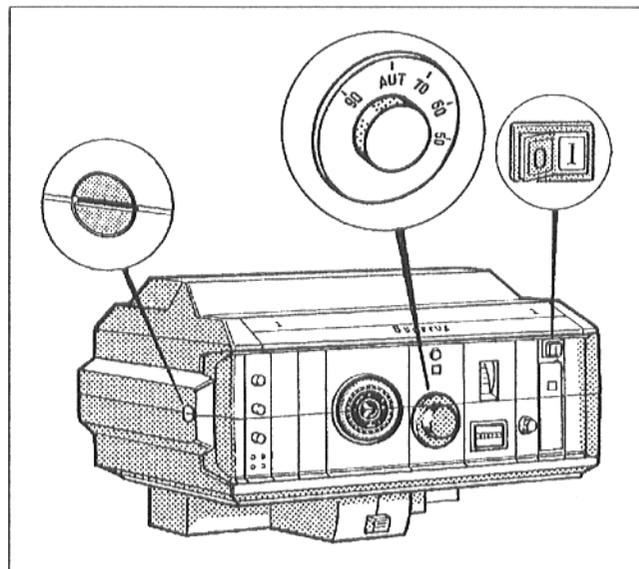
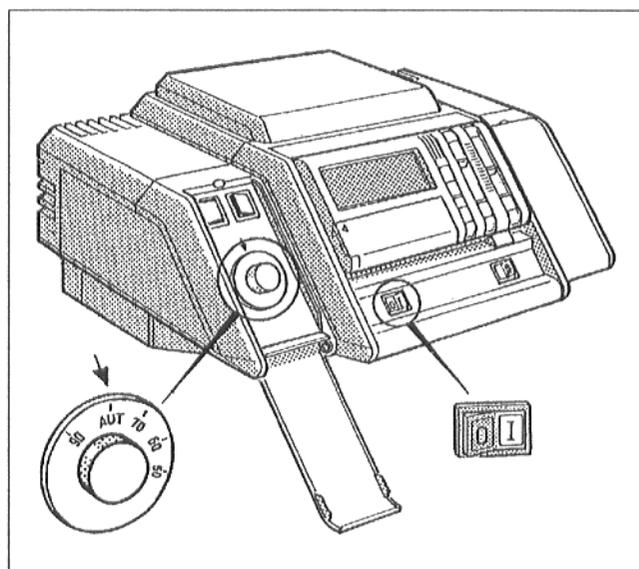

Fig. 4: Sistemul de reglare 3000
Fig. 5: Sistemul de reglare 4000
- La sistemul de reglare 3000: Se aduce în poziție orizontală capul de șurub al capacului transparent al aparatului de reglare (Fig. 4), de exemplu cu o monedă. Se scoate prin față capacul de acoperire transparent.
- Se fixează comutatorul de pornire (Fig. 4 respectiv Fig. 5) în poziția I (ON).
- La sistemul de reglare 4000: Se deschide capa-cul de acoperire din partea stângă a aparatului de reglare (Fig. 5).
- Se fixează regulatorul de temperatură a apei în cazan (Fig. 4 respectiv Fig. 5) pe poziția "AUT". Se fixează la temperatura dorită fără "reglaj eco-matic".
- Se fixează comutatorul de pornire (Fig. 4 respec-tiv Fig. 5) în poziția 0 (OFF).